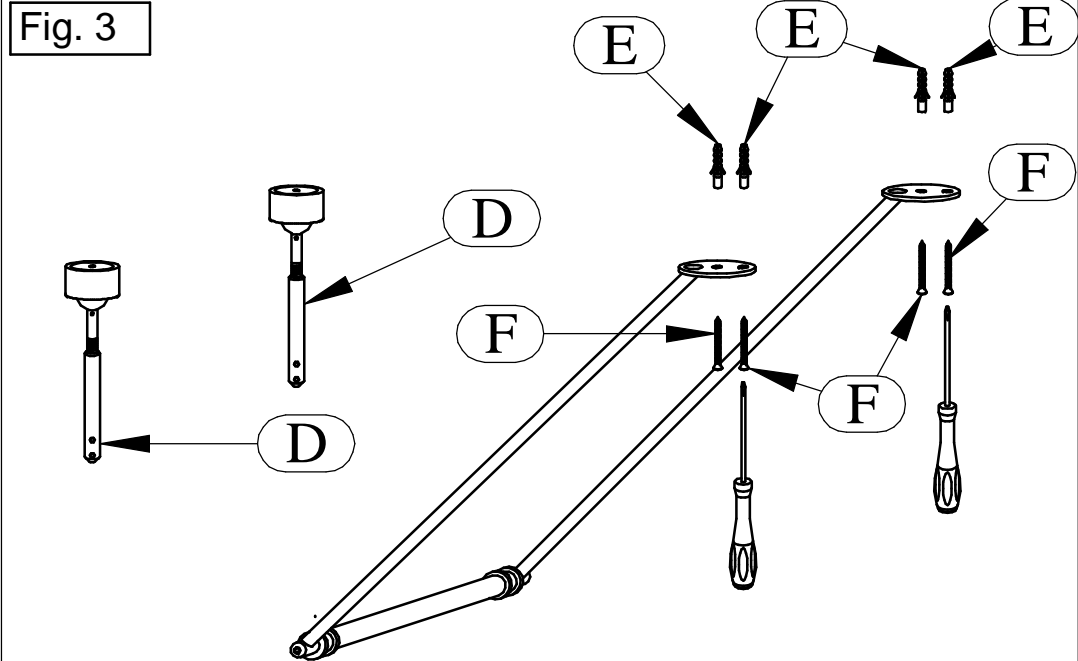

Fig. 3
Forare il soffitto con una punta da 8, inserire i tasselli (E) e fissarlo tramite le viti (F) [Fig. 3].
Drill the ceiling with 8mm bit, insert the wall plugs (E) and fix it through the screws (F) [Fig. 3].
In der Decke die entsprechenden Löcher bohren, mittels Borer 8mm, die Dübel (E) einsetzen und mittels Schrauben (F) befestigen [Fig. 3].
Percer le plafond avec une tête de 8, pour insérer les tasseaux (E) et pour les fixer avec les vis (F) [Fig. 3]
Perforar el techo con un punta de 8 mm, insertar los tacos (E) y fijarlo con los tornillos (F) [Fig. 3].